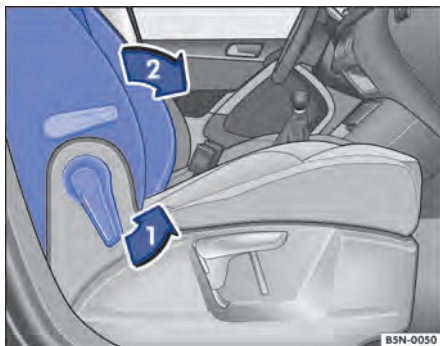

Fig. 58 Rebater o encosto do banco do passageiro dianteiro para frente.
- Destravar o encosto do banco do passageiro dianteiro no sentido da seta → Fig. 58 ①.
- Rebater o encosto do banco do passageiro dianteiro para frente no sentido da seta ② na posição horizontal.